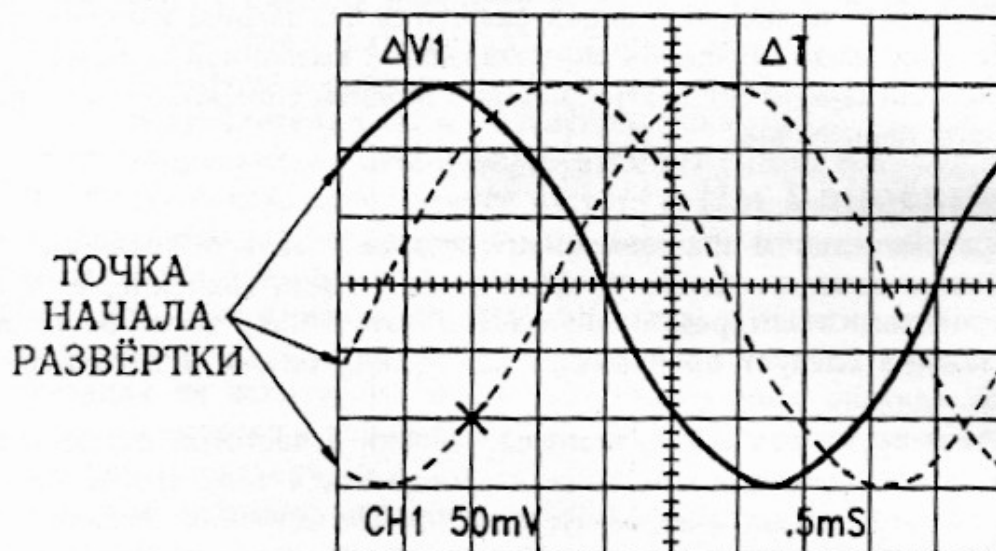

Рис. 3.
3. Пользуясь рис. 3, установите регулятор TRIG LEVEL. Посмотрите как изменяется точка начала развертки.